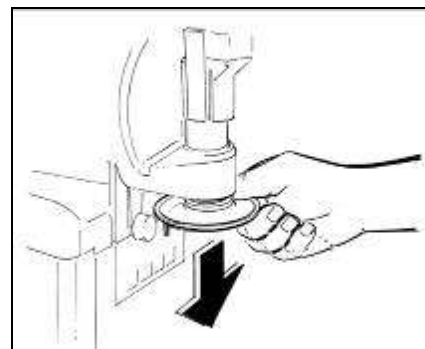

Fig. 15
- Rimuovere l'accessorio per dare la classica forma a stella al prodotto erogato (fig.15).